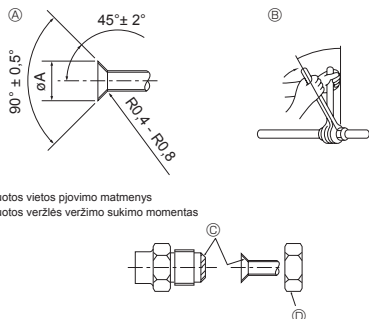

Fig. 5-1
Ⓐ (Fig. 5-1)
Ⓑ (Fig. 5-1)
5.2. Vamzdelių jungimas (Fig. 5-1)